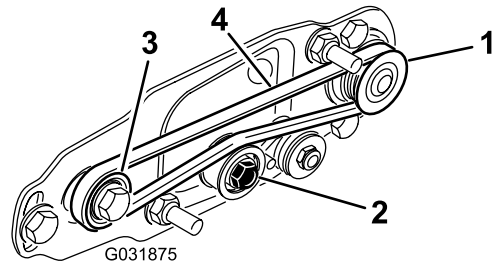

图 25
- A. 先缠绕**驱动**皮带轮周围的皮带然后再缠绕总轮皮带轮顶部上方的皮带 图 25。
- B. 启动**从动**皮带轮上的皮带 图 25。